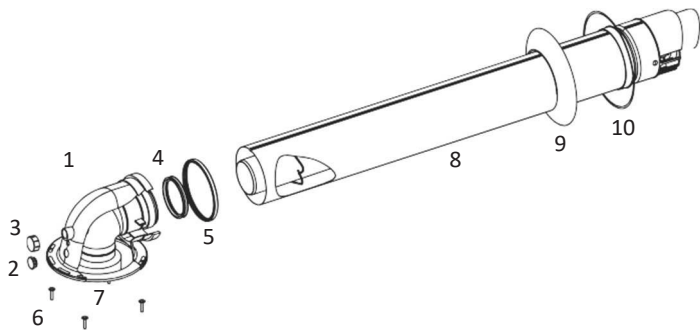

Рис. 5
- Стандартный комплект герметичного дымохода ($\varnothing 60/100$) состоит из следующих частей (рисунок 5):